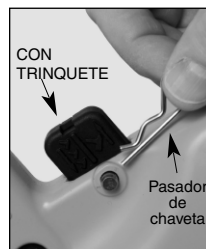

Fig. 1
- Para funcionar con trinquete (golpes múltiples), siga los pasos que se muestran en la Fig. 1.